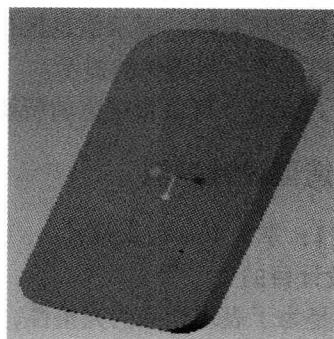

图 1-5 前盖拉伸造型
3) 单击图标，完成草绘编辑。在拉伸数值框内输入 8，完成前盖基本特征的建立，如图 1-5 所示。